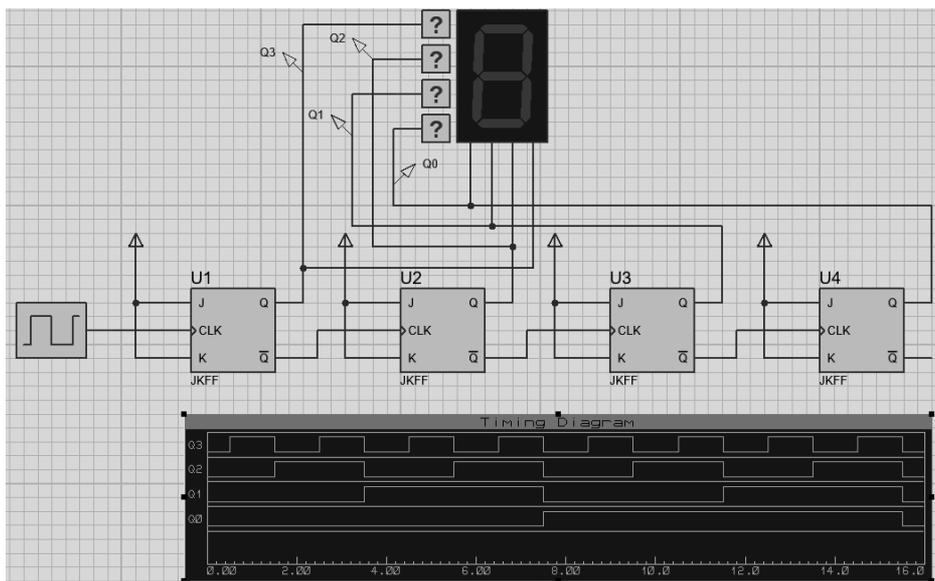

图 1-57 生成计数器时序图
(4) 按空格键，自动仿真图表，即计数器时序图如图 1-57 所示。